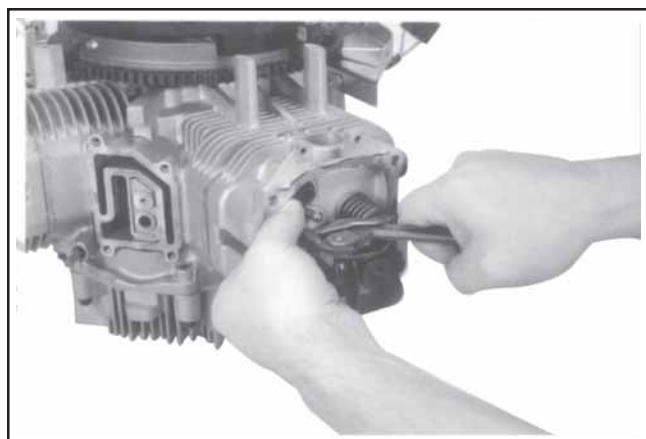

Figure 11-43. Positionnement des poussoirs.
4. Utiliser une clé à ergots ou un outil de levage pour le culbuteur (voir la Section 2) pour lever les culbuteurs et positionner les poussoirs dessous. Voir la Figure 11-43.